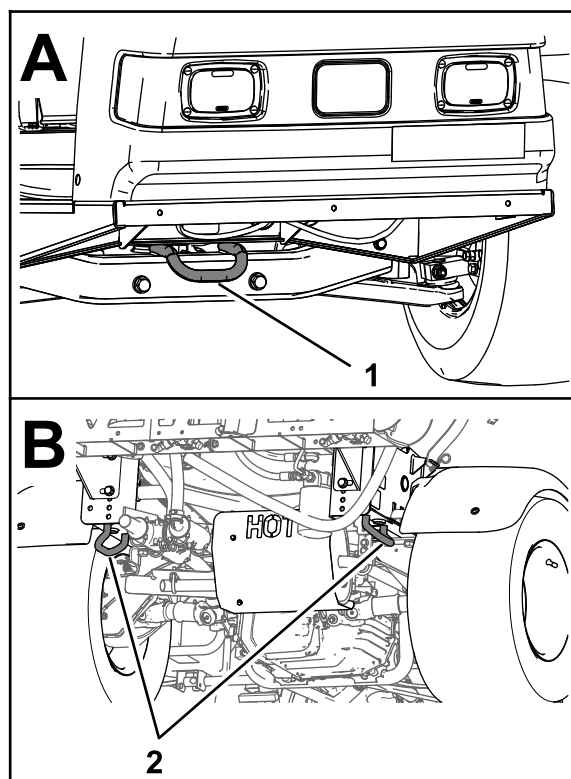

Рисунок 34
- Надежно привяжите машину к транспортному автомобилю; на **Рисунок 34** показаны скобы для крепления машины.